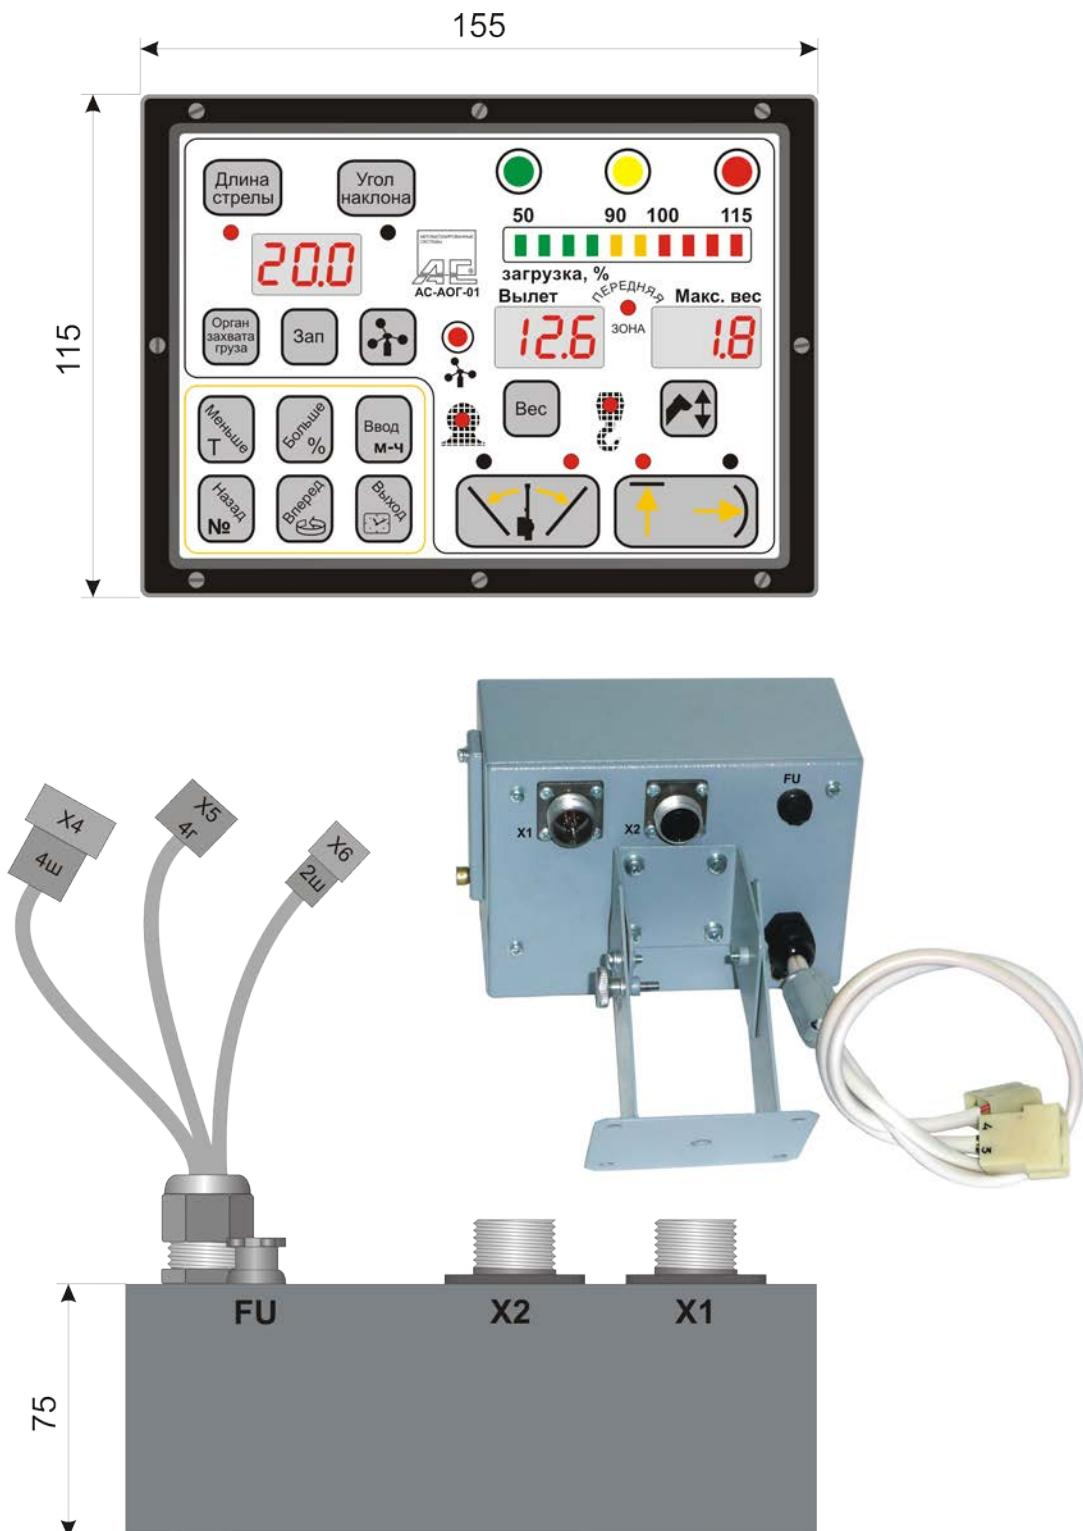
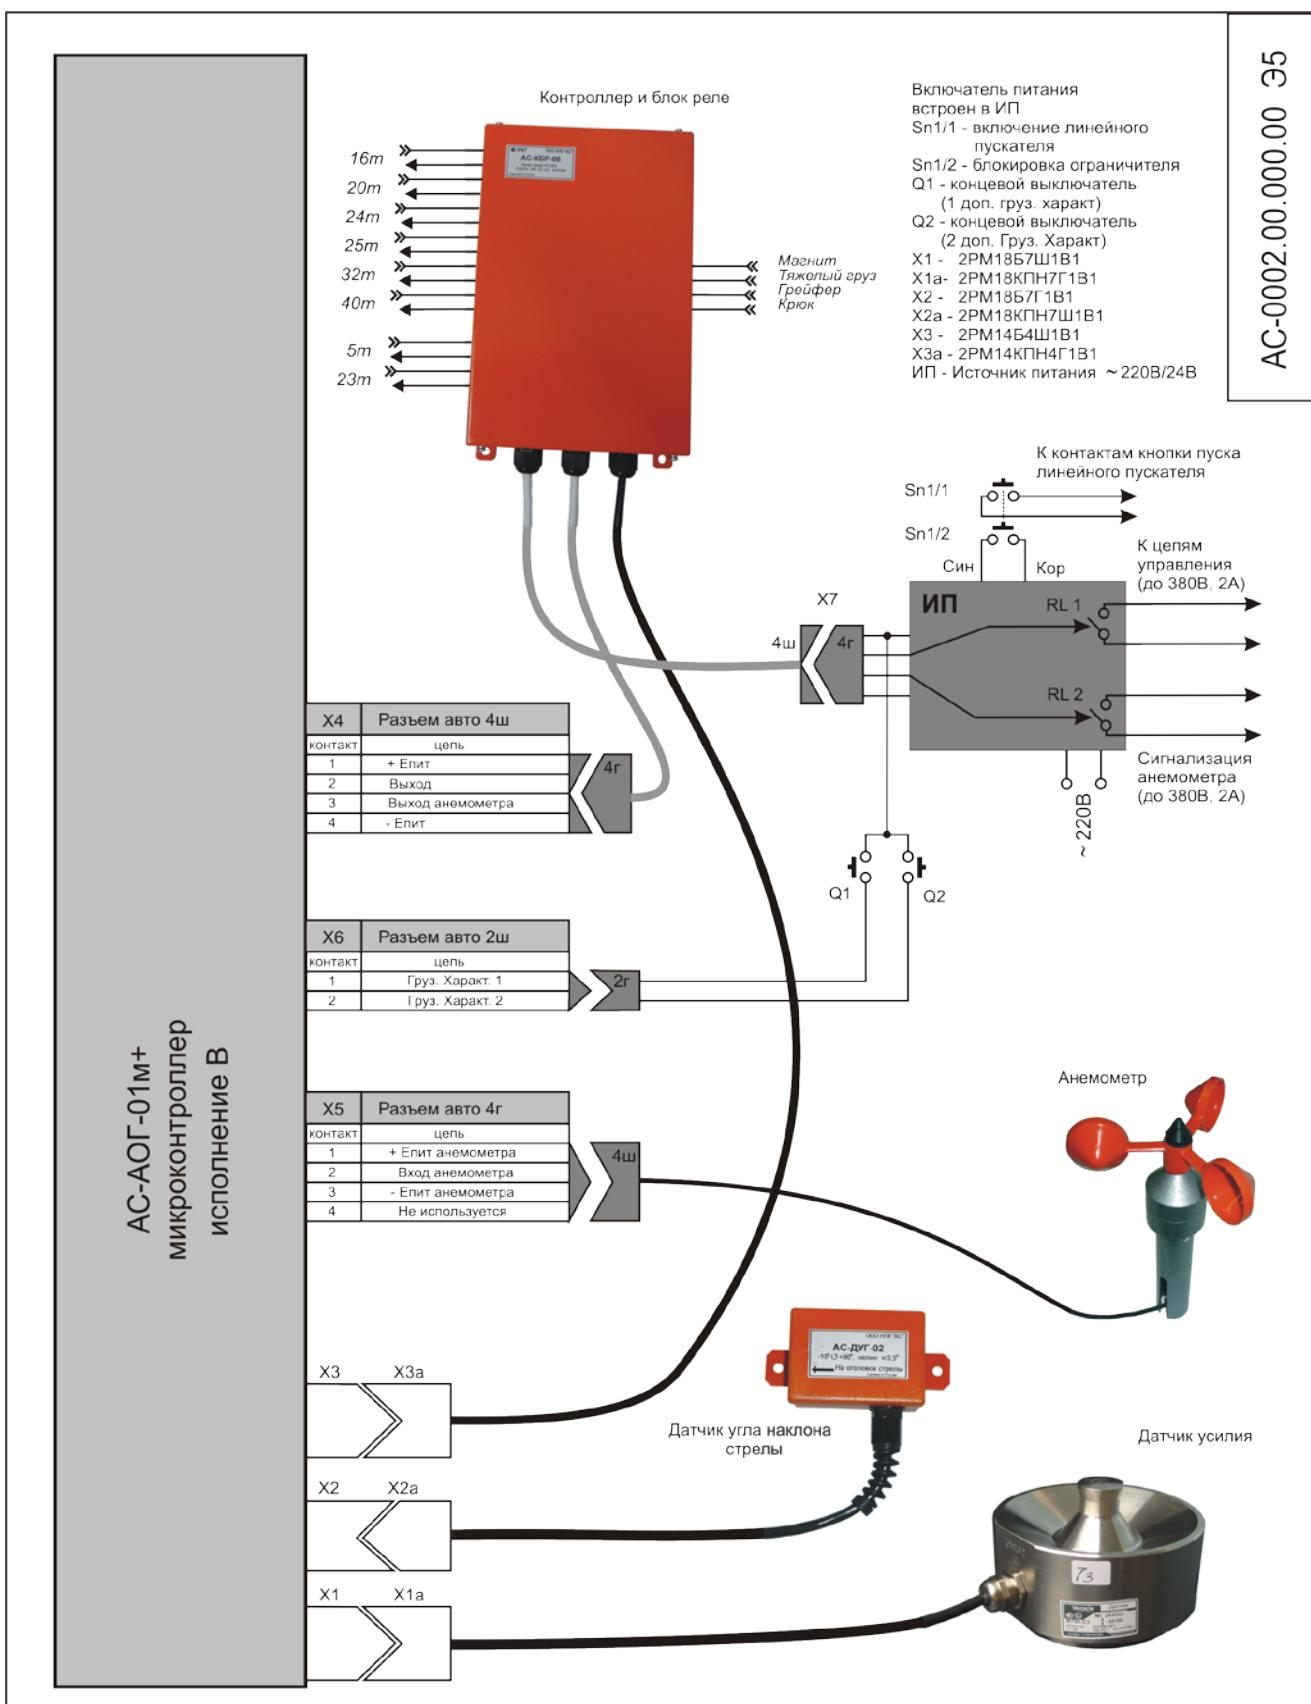

Рис.2
Рис.3
| 1) блок АОГ, включающий "Регистратор параметров" | 1 шт, Рис.2; |
6.1. Описание работы проводится по схеме Рис.3.
Подсоединение АОГ к электрооборудованию крана должно быть произведено в соответствии со схемой подключения Рис.3, через контакты разъемов X4, X5, X6 блока АОГ, Рис.2, расположенных на шлейфе, выходящих через гермовывод на задней стенке блока АОГ.
6.3. Напряжение питания от источника питания ИП при установке выключателя, размещенного на источнике питания ИП в положение ВКЛ подается на контакты разъема X4 блока АОГ, Рис.2.
6.3.3. К блоку питания относятся 2 предохранителя FU1 и FU, рис.2. Самовосстанавливающийся предохранитель FU1 (1A) размещен внутри блока и предназначен для защиты внутренних электронных цепей блока АОГ, а плавкий предохранитель FU (5A), размещен на задней стенке блока АОГ и предназначен для защиты цепей управляющих реле от короткого замыкания. Питание реле осуществляется независимо от внутренних электронных цепей блока АОГ.
6.4. Блок АОГ представляет собой полнофункциональную 16-разрядную микроЭВМ, состоящую из модуля индикации и вычислительного модуля, объединенного с модулем ввода цифровых сигналов, модулем АЦП и аналоговых сигналов, модулем "Регистратора параметров", модулем блока питания и модулем блока реле (все на одной плате), Рис.2.